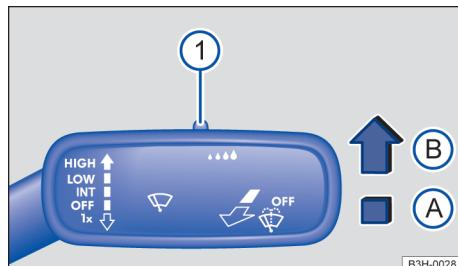

Fig. 95 No lado direito da coluna de direção: alavanca dos limpadores do para-brisa.
→ Fig. 95:
→ Fig. 95 (1) situado na alavanca dos limpadores do para-brisa → ▲.